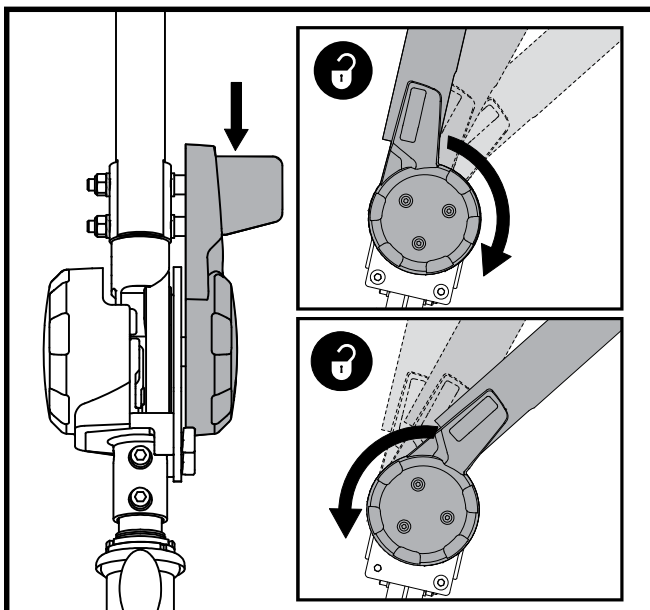

Figure 11. Réglage du guidon
1. Avec le siège et la batterie retirés (voir les procédures de démontage sur la page précédente), abaissez le guidon et serrez le bouton de réglage. **Voir la figure 11.**
3. Remontez complètement le guidon en position et resserrez le bouton de blocage. **Voir la figure 11.**